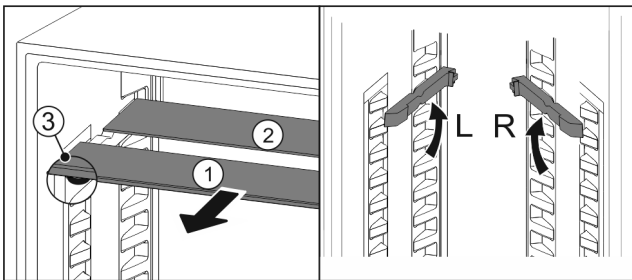

Fig. 131
- ▶ По одной извлеките Fig. 131 (1) стеклянные панели движением вперед.
- ▷ Стеклянная панель Fig. 131 (1) с декоративной планкой лежит спереди.
- ▷ Стопоры Fig. 131 (3) показывают вниз.